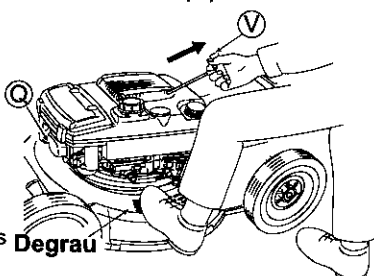

Fig. 12.
1 Instale o terminal da vela (Q). (Veja a fig. 12.)
4 Para acionar o motor, pise no degrau da carcaça, puxe levemente a manopla de partida (V) e pare temporariamente na posição onde você sentir uma resistência ao puxar a manopla (veja a fig. 12.); a seguir, puxe-a fortemente a partir daquela posição. Depois disso, retorne lentamente a manopla de partida (V).